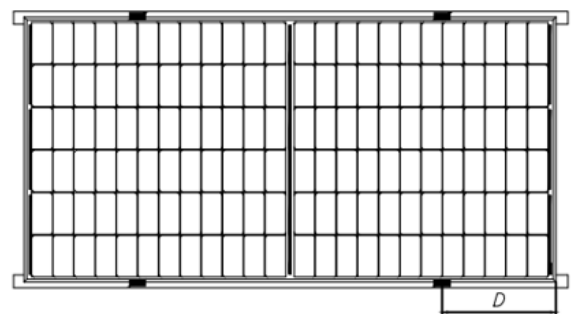

Abb. 3 Schienen, die die lange Rahmenseite überlappen
- ⑧ Für die in Abbildung 3 gezeigte Befestigung muss die Überlappung zwischen der C-Fläche der Anordnung und der Schiene  $\geq 25 \text{ mm}$  sein. Die eingeschränkte Garantie von Astronergy geht verloren, wenn nicht geeignete Klemmen eingesetzt werden oder eine unsachgemäße Installation ausgeführt wird.